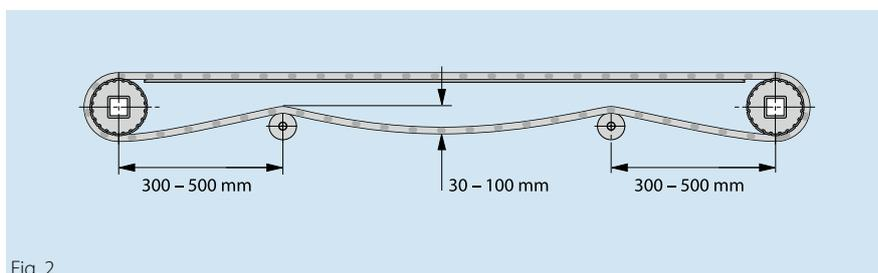

Fig. 2
- Trasportatori di lunghezza media fino a una distanza tra gli assi di circa 4.000 mm (Fig. 2).